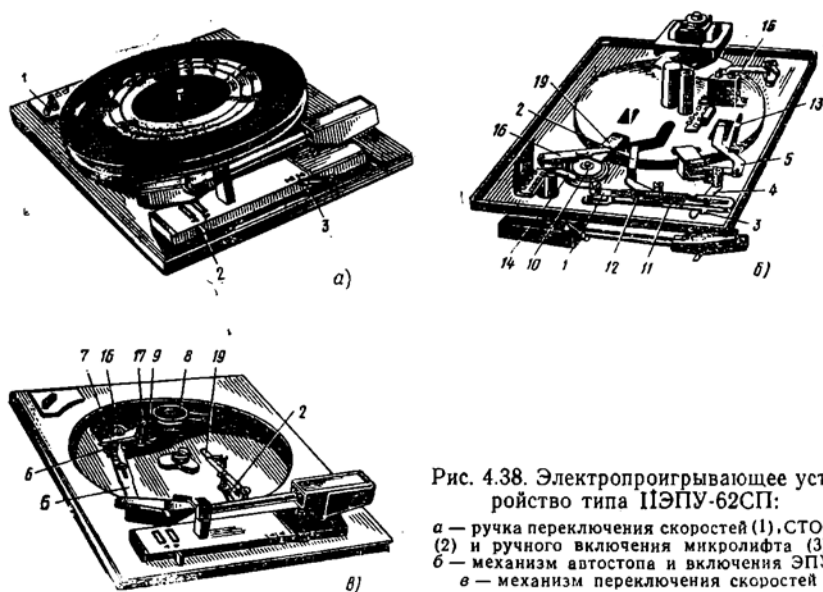

Рис. 4.38. Электропроигрывающее устройство типа ИЭПУ-62СП:
В электрофоне «Мелодия-103-стерео» применено электропроигрывающее устройство типа П ЭПУ-62-СП (рис. 1.54). Основные узлы ЭПУ смонтированы на стальной панели (рис. 4.38). Органы управления ЭПУ расположены на лицевой стороне панели и имеют соответствующие надписи и обозначения. Ручка переключения частоты вращения диска 1 расположена слева, а ручка СТОП (2) включения и выключения ЭПУ и ручка включения микролифта 3 справа. Механизм переключения скоростей ЭПУ (рис. 4.39, б и в) не имеет нулевого положения, поэтому переключение следует производить в режиме СТОП. При перемещении ручки СТОП до упора в положение ПУСК выступ рычага связанного с ручкой, перемещает тягу 1 (рис. 4.39, б) до зацепления с промежуточным рычагом 2, обеспечивающим фиксацию тяги в заданном положении. Одновременно выступ 3 тяги 1 поворачивает рычаг 4, который включает ЭПУ и размыкает выводы звукоснимателя с помощью микропереключателей В3, В1 и В2 соответственно. Рычаг 4 перемещает упор 5, который в свою очередь через пружину 6 поворачивает рычаг 7 промежуточного ролика так, чтобы промежуточный ролик 8 был прижат к диску и ступенчатой оси 9 двигателя и передавал вращение диску.